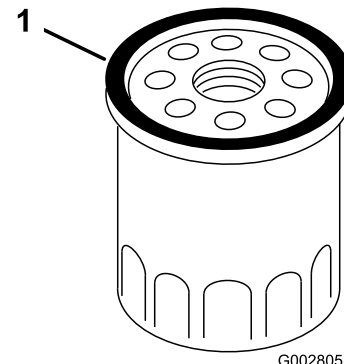

Bild 29
7. Schmieren Sie mit dem Finger etwas Öl auf die Dichtung am neuen Filter (Bild 29).